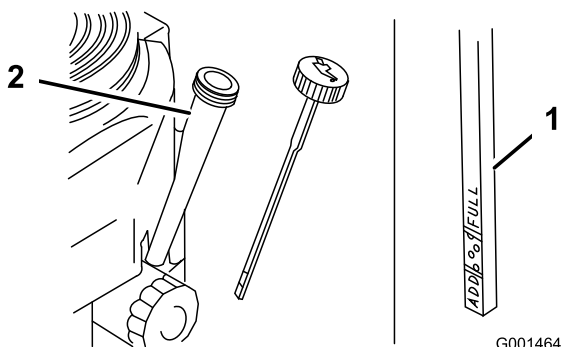

Figura 24
4. Pulite attorno all'asta di livello (Figura 24) in modo che la morchia non possa penetrare nel foro di rifornimento e danneggiare il motore.
5. Svitare l'asta di livello dell'olio e pulitene l'estremità (Figura 24).
6. Inserite a fondo l'asta di livello nel tubo di rifornimento, senza avvitarla (Figura 24).
9. Versate lentamente nel tubo di rifornimento (Figura 24) l'80% circa dell'olio indicato.